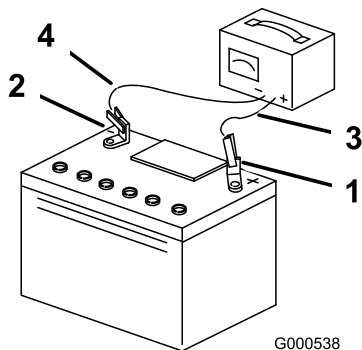

Bild 62
5. Ziehen Sie, wenn die Batterie voll geladen ist, den Stecker des Ladegeräts aus der Dose. Klemmen Sie dann die Klemmen des Ladegeräts von den Batteriepolen ab (Bild 62).